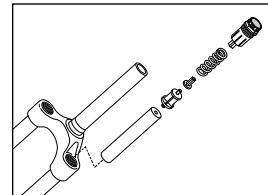

Abb. 2
2. Entfernen Sie das Suspension-Magazin (bestehend aus Verschlußklappe, Spiralfeder, Federanschlag, Spacer und MCU; siehe Abb. 2).